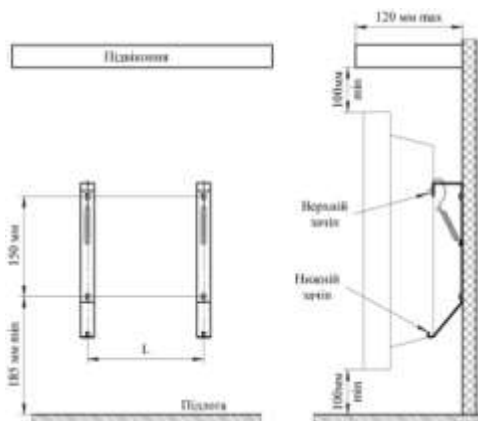

Рис. 1
5.5 Поєднайте прямокутні отвори на задній стінці конвектора з верхніми зачепами (рис. 1) кронштейнів і надягніть конвектор на зачепи.